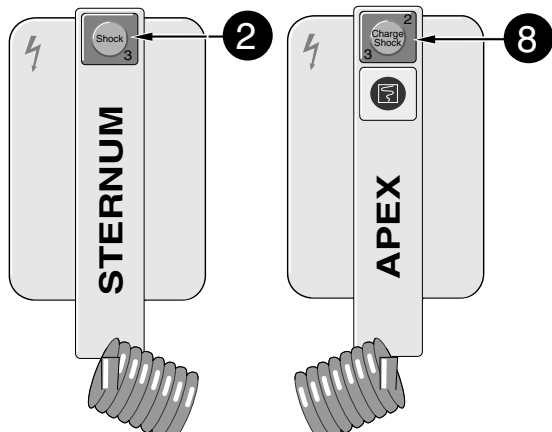

Bild 4-4. Tasten zum Auslösen des Energie-Speichervorgangs und zum Auslösen des Defibrillationsimpulses
- \* Lösen Sie den Energie-Speichervorgang durch Drücken der Taste im Elektrodengriff aus (Bild 4-4). (Bei internen oder Klebe-Elektroden mit Taste am Gerät.)
- \* Lösen Sie jetzt innerhalb der nächsten 30 s den Defibrillationsimpuls aus. Drücken Sie dazu gleichzeitig die beiden Tasten in den Elektrodengriffen (Bild 4-4). (Bei internen oder Klebe-Elektroden die beiden Tasten und am Gerät.)